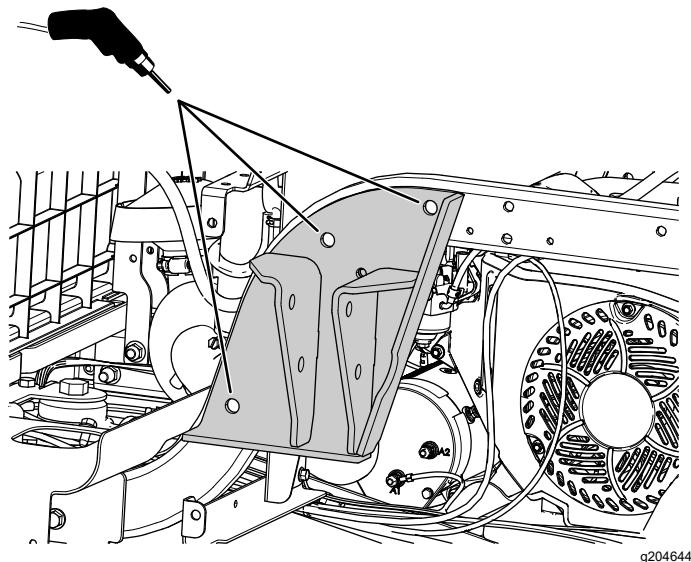

Figura 21
4. Usando un soporte del ROPS como guía, perfore tres taladros (13,5 mm o 17/32") en el bastidor (Figura 21).